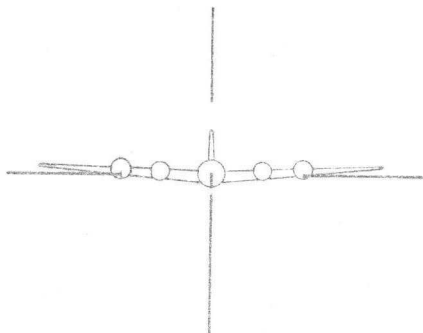

Fig 2
- b) Om ett fpl med 30 m spännvidd och med de yttre motorena placerade 15 m från varandra i reflexglaset kommer att synas som fig 2 anger, är avståndet till fpl [redacted] 750 m